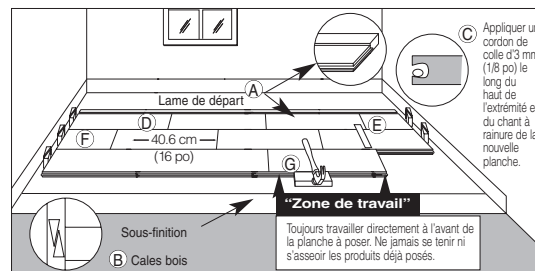

Figure 12
- Choisir la première planche. Toutes les installations doivent commencer avec le chant à rainure contre le mur et les plus longues planches à sa disposition. Appliquer un cordon continu de colle de 3 mm (1/8 po) le long du bas à l'intérieur de la rainure, à l'extrémité de la planche. Ne pas apposer maintenant de colle sur le côté à rainure (Article C, Figure 12). Les produits avec languette d'extrémité à gauche doivent être installés de droite à gauche; dans le cas opposé, ils doivent être installés de gauche à droite (Article D, Figure 12). Si une planche d'essai est utilisée, NE PAS y coller la première rangée.
- Terminer la première rangée. Couper la dernière planche en laissant 13 mm (1/2 po) entre le mur et le plancher. (Se servir de l'autre extrémité de la planche coupée comme planche de départ pour toute rangée après la troisième rangée.) Installer une cale à l'extrémité de la planche entre le plancher en bois et le mur en laissant une zone de dilatation de 13 mm (1/2 po). Éviter d'installer des planches de longueur inférieure à 40,6 cm (16 po) dans les quatre premières rangées (Article F, Figure 12).
- Se servir d'un pied-de-biche pour ramener en place la dernière planche à partir de l'autre bout. Installer des cales dans l'espace libre et serrer (Article B, Figure 12).
- Couper ou utiliser une planche plus courte pour la première planche de la deuxième rangée. Commencer la deuxième rangée en appliquant un cordon de colle de 3 mm (1/8 po) le long du bas à l'intérieur de la rainure, à l'extrémité et sur le chant de la nouvelle planche. Installer un cordon de colle le long du bas à l'intérieur de la rainure, à l'extrémité et sur le chant de la prochaine planche et installer cette dernière. Lors de l'installation de ces planches ensemble, utiliser une cale de frappe contre la languette et non contre la rainure (Article G, Figure 12). Taper légèrement sur ces planches à l'aide d'un marteau et de la cale de frappe pour les mettre en place. NE PAS taper directement avec un marteau sur le chant. Terminer la deuxième à la quatrième rangée en suivant cette technique. Insérer au besoin des cales aux extrémités pour limiter le mouvement du plancher.